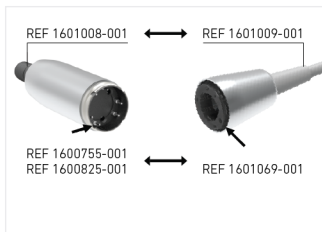
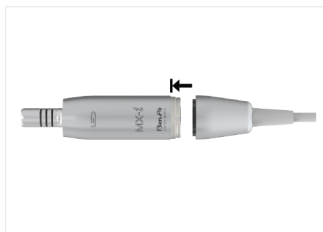

FIG. 2
FIG. 3
1. Les moteurs MOT MX-i REF 1600825-001 et MOT MX-i LED REF 1600755-001 sont équipés du câble d'alimentation REF 1601069-001. **FIG. 2.**
2. Le moteur MOT MX-i LED 3RD GEN REF 1601008-001 est équipé du câble d'alimentation REF 1601009-001 comme décrit sur la **FIG. 2.** Vérifier que l'arrière du moteur et le connecteur du câble sont propres et secs.
- Positionner le moteur et son câble exclusif comme indiqué sur la **FIG. 2** (le repère doit être situé devant l'orifice). Tourner celui-ci afin de trouver la position exacte et l'enfoncer dans le moteur. **FIG. 3.**